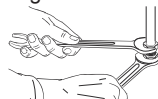

Fig. 8.1b
- Det ubrukte gassrør skal lukkes med den medfølgende hylse og gasstette pakning iht. Fig. 8.1b.